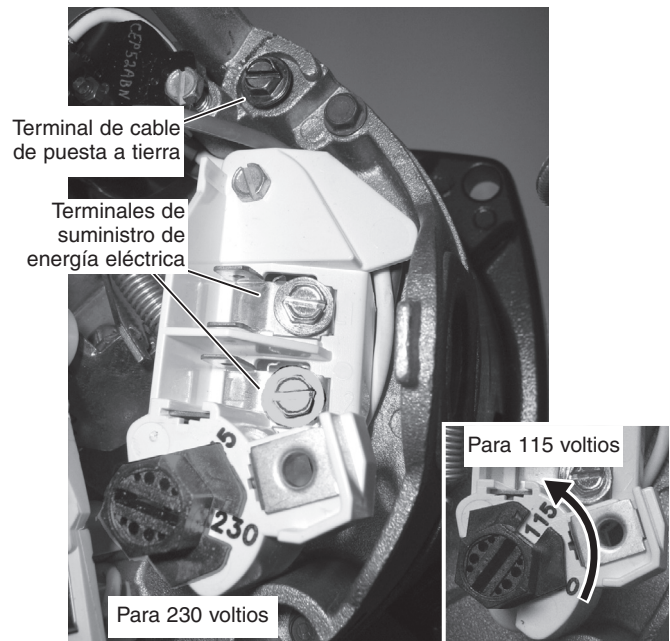

Figura 4 – Configuración de tensión a 230 voltios, tipo cuadrante; gire el cuadrante hasta que marque 115 voltios.
La placa de bornes del motor (que se encuentra bajo la tapa del motor) debe ser parecida a la ilustración de la Figura 4.
Paso 7. Conecte los conductores que llevan la corriente a los bornes L1 y L2 bajo el techo del motor. Cuando cambie el motor, inspeccione el diagrama de cableado en la placa de fábrica del motor contra la Figuras y 4. Si el diagrama de cableado no es igual al de la Figura 4, básese en el diagrama del motor.
IMPORTANTE: Los modelos monofásicos de 115/230 voltios se despachan de fábrica con el motor cableado para 230 voltios. Si la corriente eléctrica es de 115 voltios, remueva el techo del motor y cambie el cuadrante del interruptor como se ilustra en la Figura 4. No trate de hacer marchar el motor en el estado que se recibió, si la corriente es de 115 voltios.